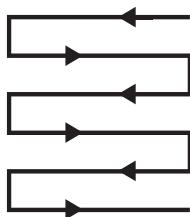

Fig. 24
- > Corte em linhas com ligeira sobreposição. O padrão mais eficaz para cortar relva é em linhas retas ao longo de um dos lados. Isso mantém as linhas uniformes e garante que o corte é realizado em todo o relvado, sem falhar pedaços (Fig. 24).